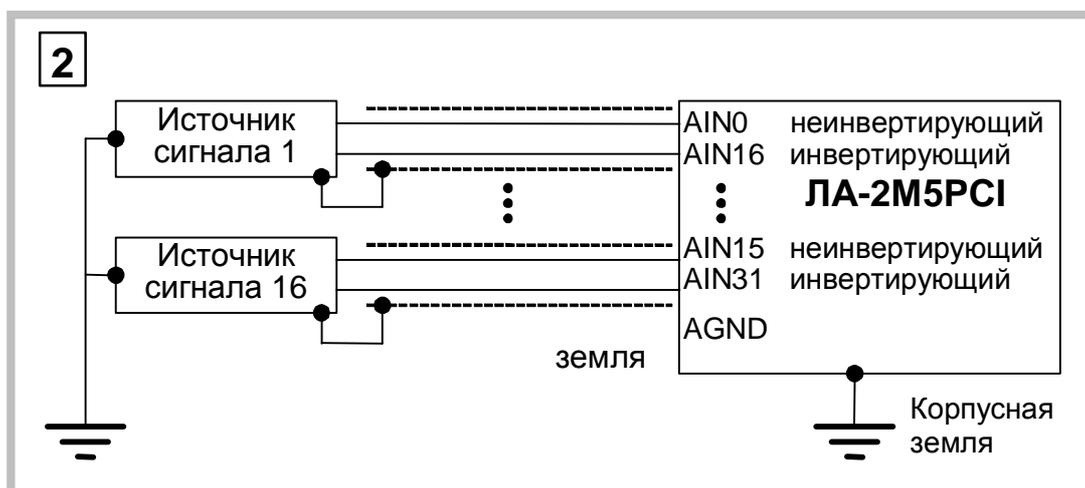

Рис. 7. 11
7.2.2.8.3. В схеме второго варианта (Рис. 7. 11) экран соединительного кабеля заземлен на входе источника сигнала.